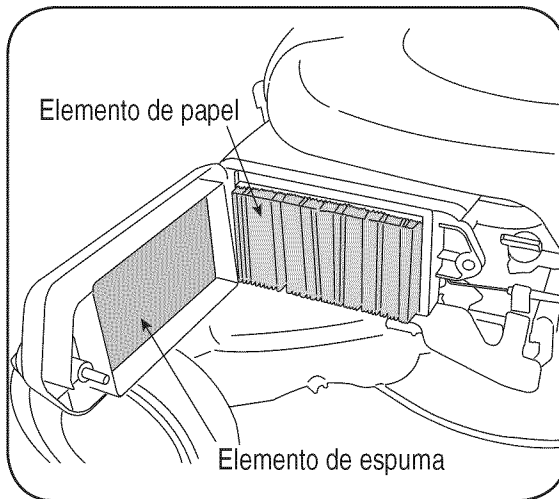

Figura 10-2: Mantenimiento del depurador de aire.
- Quite el cerrojo de ala y la tapa de filtro de aire. Quite los elementos y sepárelos. Ver la Figura 10-2. Sustituya el elemento de papel cuando sucio o dañado. Sustituya el elemento de espuma cuando dañado.